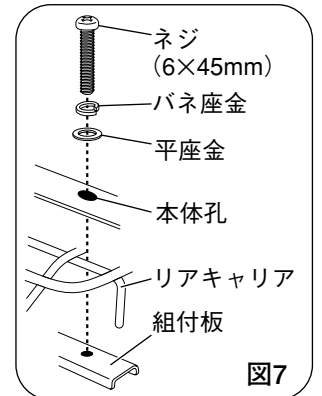

図7
①と③ ①と④ ②と④
3. 本体プレート板の孔に上からネジ類を差し込んで、組付板を固定します(組付板はネジ切り加工がされています)。(図7)